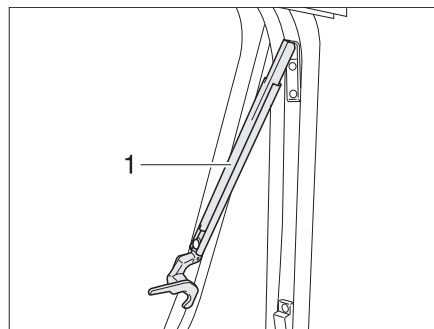

Fig. 73 Finestra apribile con deflettori automatici, aperta
- Aprire la finestra apribile fino al punto di arresto desiderato. Il deflettore automatico (Fig. 73,1) si innesta automaticamente in posizione.